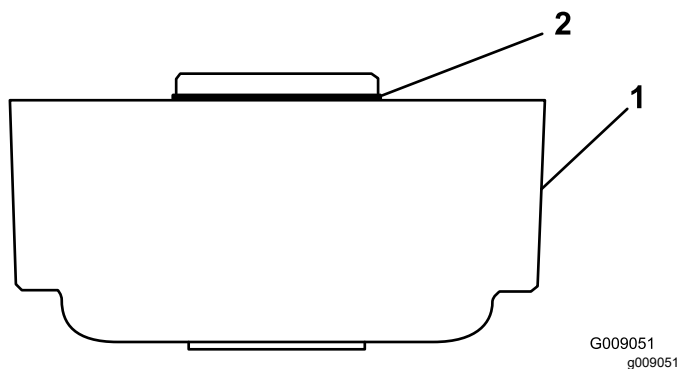

**Figura 4**
3. Remova os dois parafusos que fixam o contrapeso à extremidade esquerda da unidade de corte. Remova o contrapeso (Figura 4).
4. Utilizando uma torneira de  $\frac{3}{8}$ -16, retire a tinta dos orifícios de montagem externa em ambas as placas laterais (Figura 4).